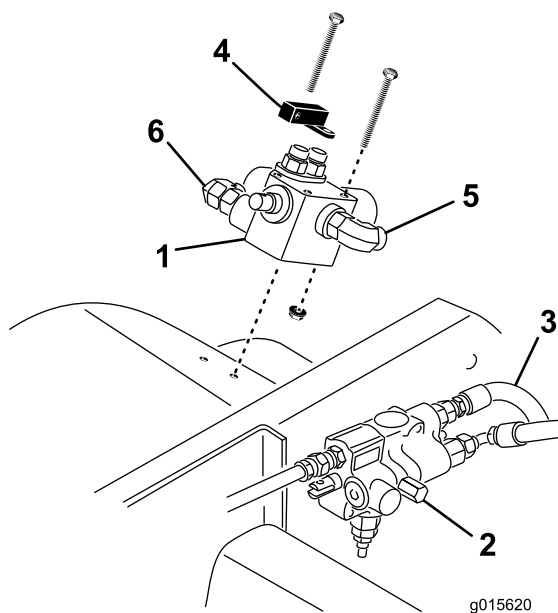

図 4
4. 制御バルブとピボットレバーを右フェンダに取り付ける；キャップスクリュー (1/4 x 2-3/4 インチ) 3本と、1/4インチのフランジロックナットを図 4のように使用する。
5. 昇降バルブの下に廃油受けの容器を置く (図 4)。
6. ステアリングホース (図 4) を昇降バルブの P ポート (後ろ上のポート) から外す (ステアリングバルブから来ているホース)。
7. ステアリングホース (昇降バルブの P ポートから来ている) を、コントロールバルブのオペレータ側の90度フィッティングに接続する (図 4)。
8. ストレートフィッティングと45度フィッティングのついている油圧ホース (キットに入っている) を、昇降バルブの P ポートと、コントロールバルブの外側にある90度フィッティングに接続する (図 4)。